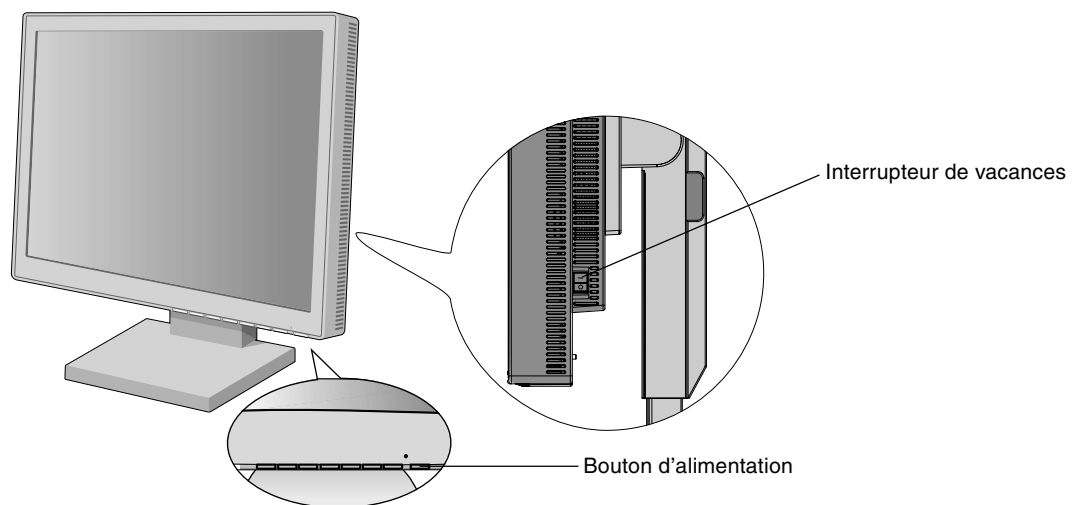

Figure D.1
5. L'interrupteur de vacances situé sur le côté droit du moniteur doit être allumé (**Figure D.1**). Allumez le moniteur avec le bouton d'alimentation ainsi que l'ordinateur.